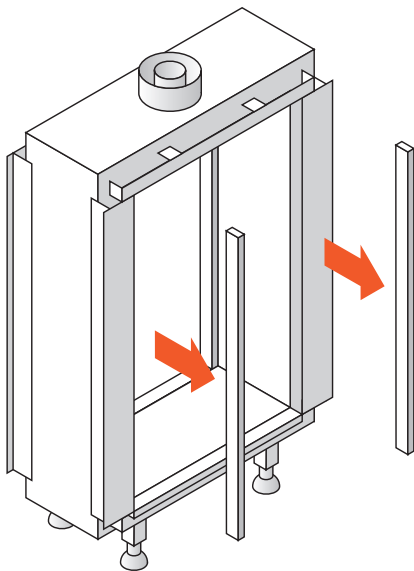

Abb. 10.2 Demontage die Seitenverkleidung
- Schrauben sie die obere Verkleidung ab (Abbildung 10.2).